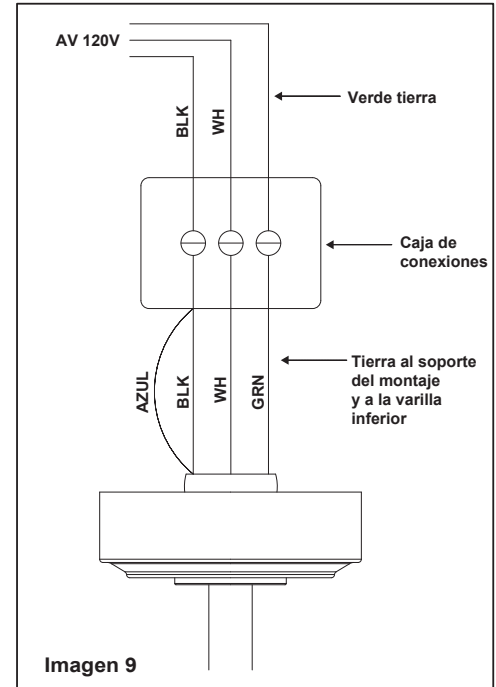

Imagen 9
Paso 1. Conexiones eléctricas del motor a los cables de alimentación de la casa: Conecte el cable negro (fase) del techo al cable negro y al cable azul del motor. Conecte el cable blanco (neutro) del techo al cable blanco del motor. (Imagen 9) Fije todas las conexiones de los cables con los empalmes de plástico suministrados.